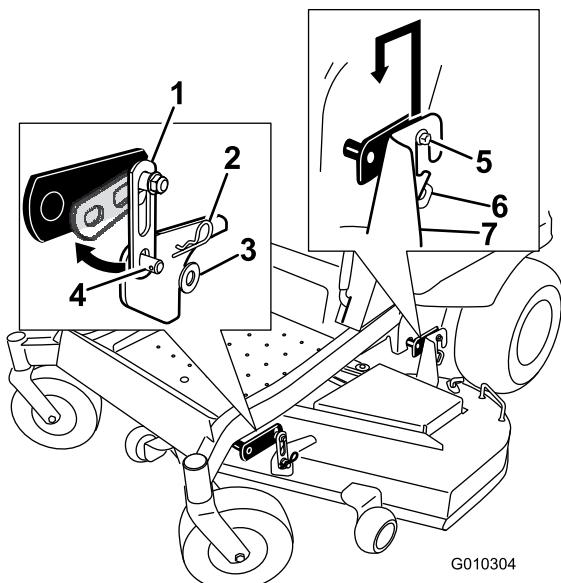

Figura 75
- Retire o equipamento dos suportes de suspensão frontal da plataforma em ambos os lados da plataforma (Figura 75).
- Eleve cuidadosamente a plataforma dos parafusos do suporte de suspensão traseira e baixe a parte da frente da plataforma do cortador até ao solo (Figura 75).
- Levante a parte de trás da plataforma de corte e oriente os suportes de suspensão por cima dos parafusos do suporte de suspensão traseiro (Figura 75).
- Instale o suporte frontal na plataforma do cortador nos suportes de suspensão frontais da plataforma e prenda-os com uma anilha e um contrapino (Figura 75).